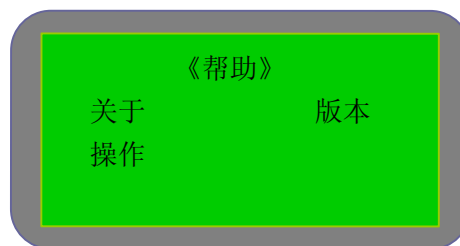

图 7-7
- 帮助：在主菜单选择“帮助”，进入帮助界面（见图 7-7），有三个选项，关于（关于本公司的一些信息），版本（调取 MMI 版本号和 CPU 版本号）、操作（对于本面板操作方法的简单说明）。